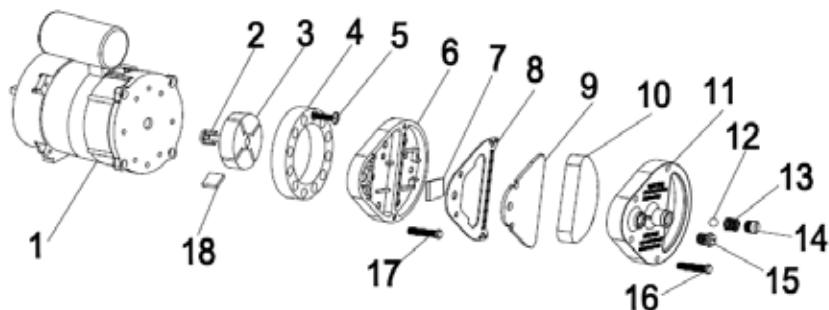

Рис. 9
Очистіть повітряні фільтри. Зніміть торцеву кришку фільтра (11), промийте повітрязабірний фільтр (10) легким миючим засобом і ретельно висушіть його перед повторним встановленням. Замінюйте фільтр подачі повітря (9) один раз на рік (Рис. 9)